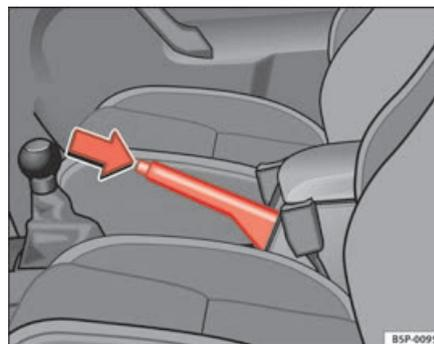

Fig. 146 Frein à main entre les sièges avant
⇒ page 183, fig. 146.
- Soulevez légèrement le levier de frein à main, appuyez sur le bouton de verrouillage dans le sens de la flèche ⇒ page 183, fig. 146 et abaissez le levier au maximum ⇒ .